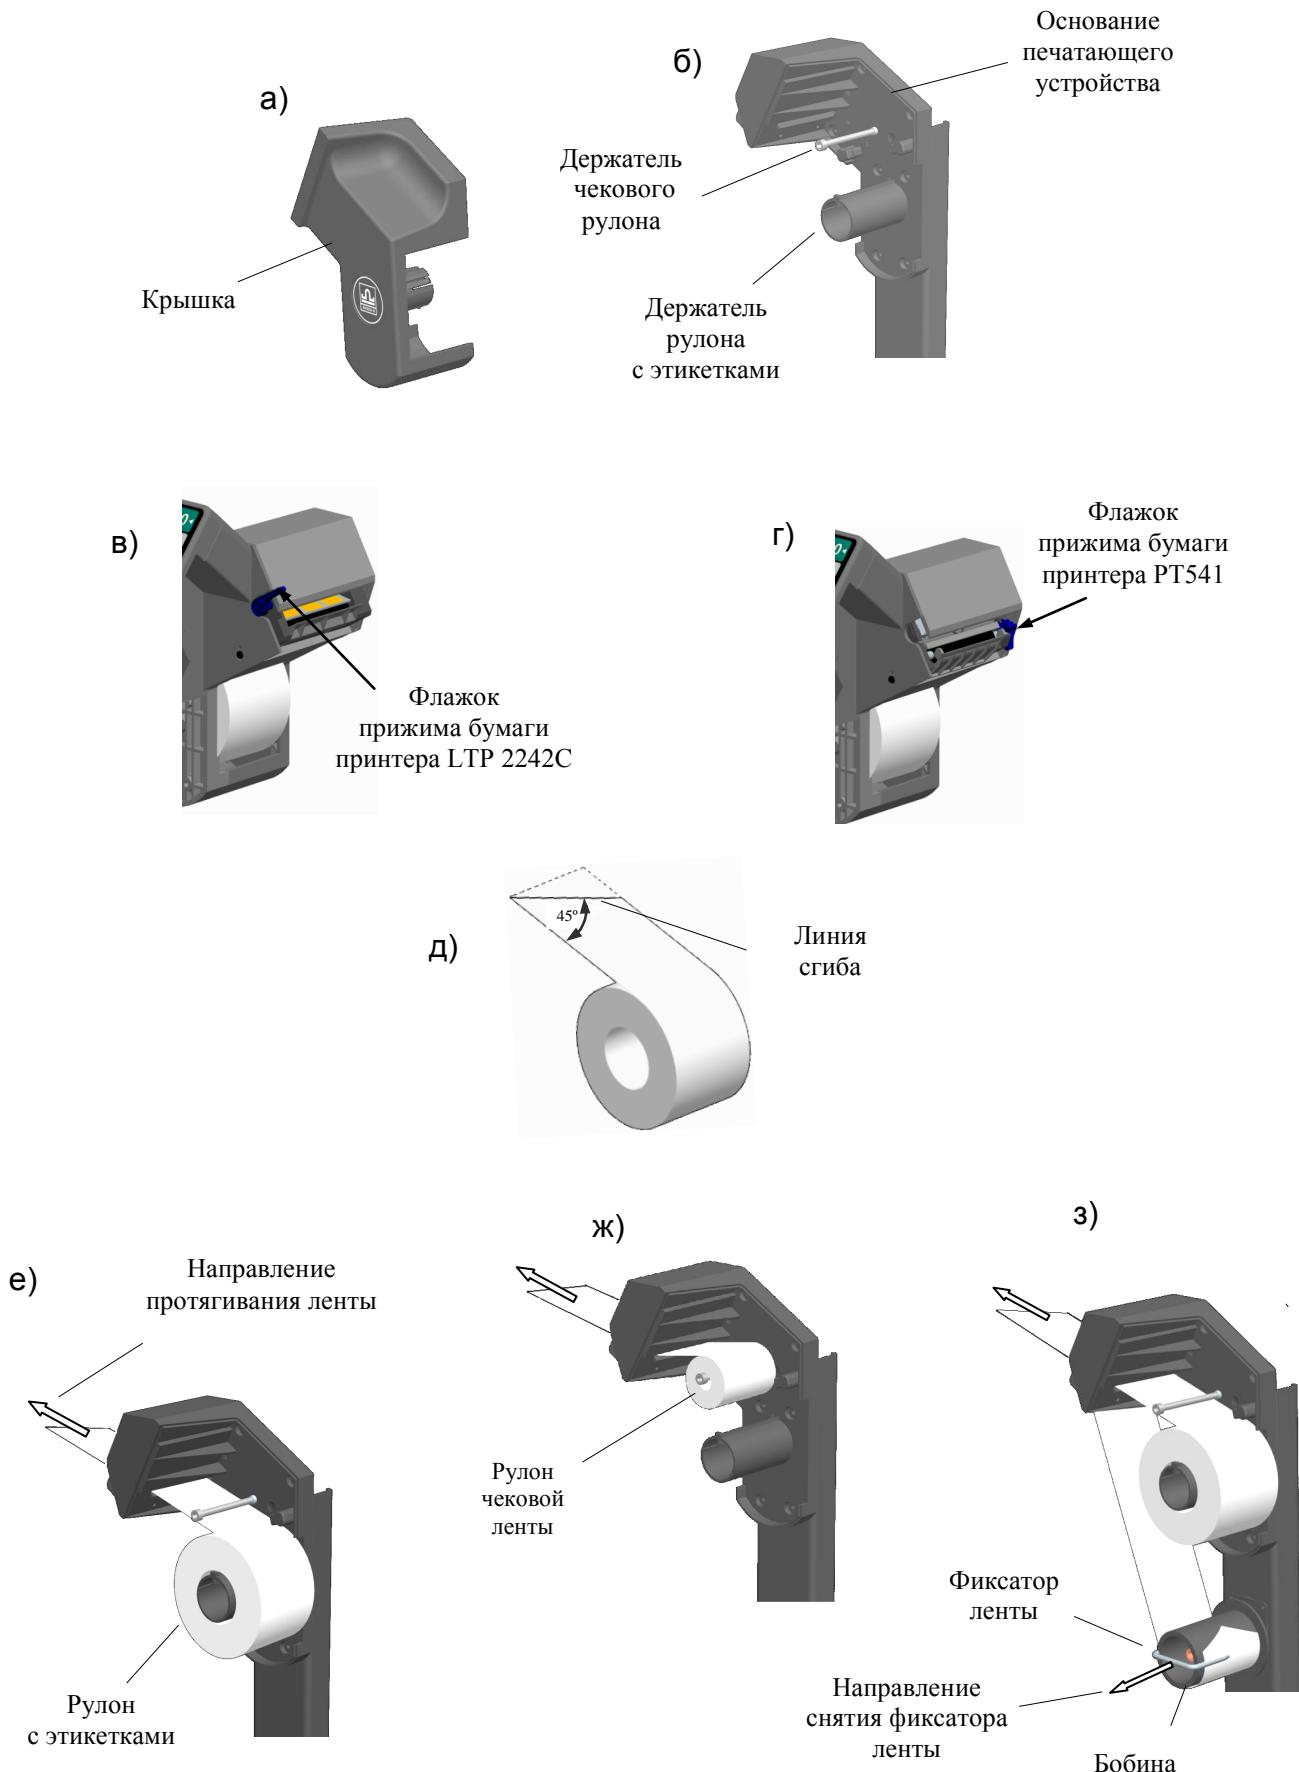

Рис. 2.3 - Установка рулонов в терминалах RP и R2P
- Легким рывком снять крышку печатающего устройства (Рис. 2.3 а, б).
- Поднять флагок прижима бумаги (Рис. 2.3 в, г).
- Плотно согнуть конец бумажной ленты нового рулона под углом 45° (Рис. 2.3 д).
- Надеть рулон на соответствующий держатель (Рис. 2.3 е, ж).
- Протянуть согнутый конец ленты через принтер в направлении, указанном стрелками (Рис. 2.3 е, ж).
- Снять фиксатор с бобины (Рис. 2.3 з).